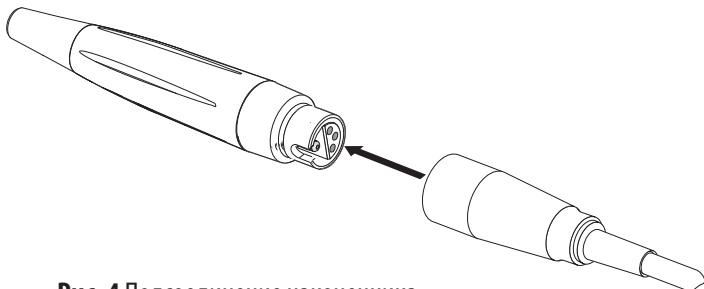

Рис. 4 Подсоединение наконечника
- Вставьте наконечник в соединительный кабель, при этом необходимо следить за тем, чтобы контакты были направлены друг на друга (**рис. 4 внизу**).